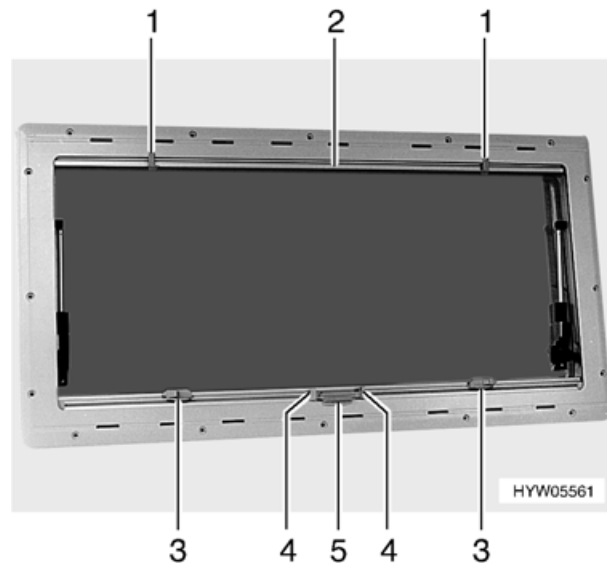

Fig. 20 Finestre apribili
- Serrare la maniglia (Fig. 20,4) e tirare l'oscurante a rullo (Fig. 20,5) dal basso verso all'alto e rilasciarlo nella posizione desiderata. L'oscurante a rullo rimane in questa posizione.
- Serrare la maniglia (Fig. 20,4). L'arresto si sblocca.
- Tirare in basso la zanzariera a rullo (Fig. 20,2) sino a che non viene a contatto con l'oscurante a rullo (Fig. 20,5), innestando il gancio (Fig. 20,1) nel bloccaggio (Fig. 20,3).
- Aprire contemporaneamente entrambi i bloccaggi (Fig. 20,1).